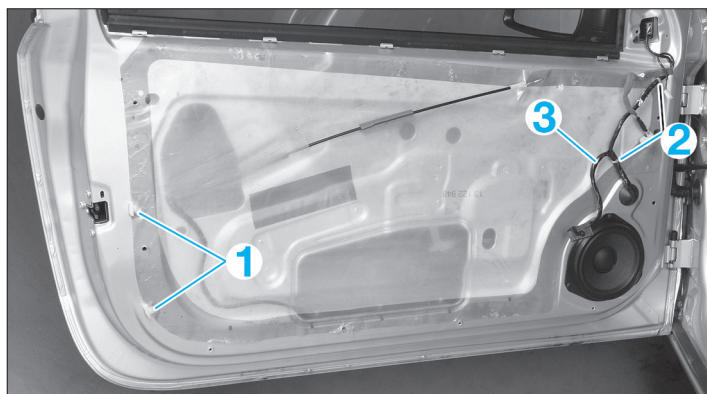

FIG. 55
- les deux agrafes d'arrêt (1) de la garniture intérieure (fig. 55).
- les deux agrafes (2) de fixation du faisceau de rétroviseur (3).